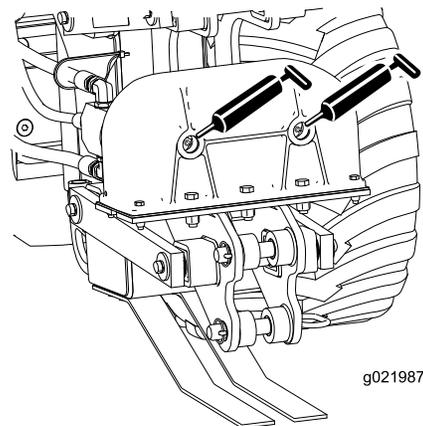
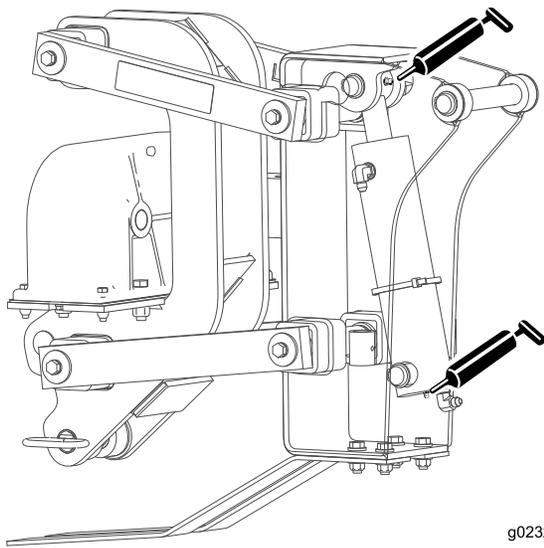
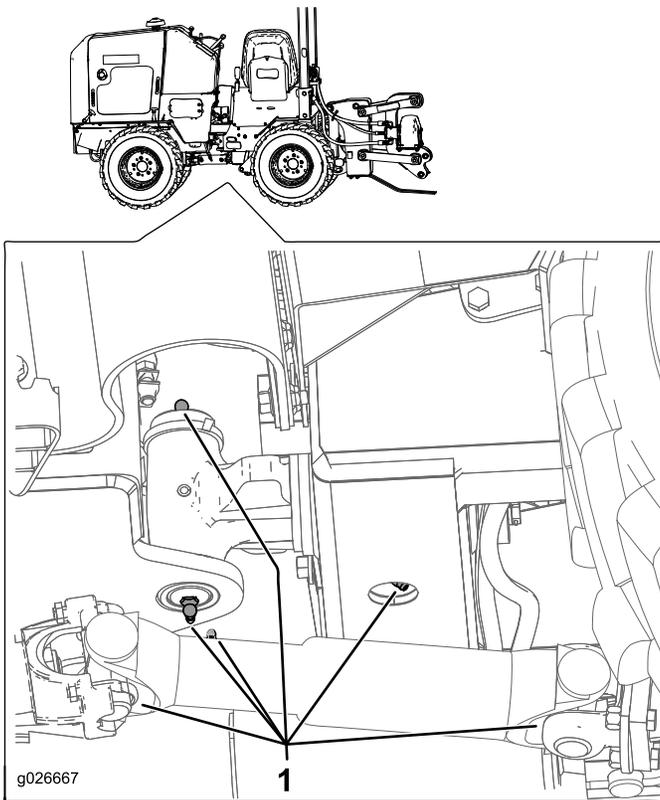

Figura 18
Figura 19
Figura 20
2. Conecte una pistola de engrasar a cada punto de engrase (Figura 18, Figura 19 y Figura 20).